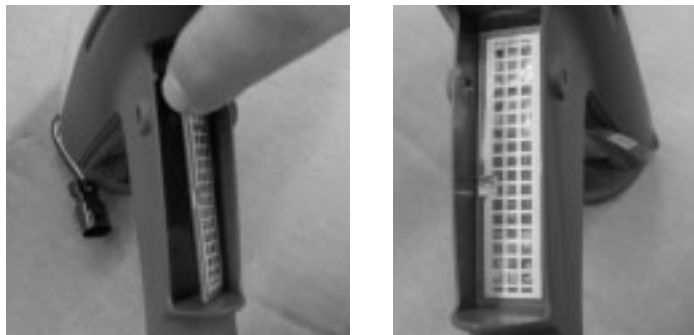

Figura 21 Instalarea comutatorului de declanșare– Pasul 4
4. A se vedea figura 21. Desprindeți folia adezivă de pe comutator.